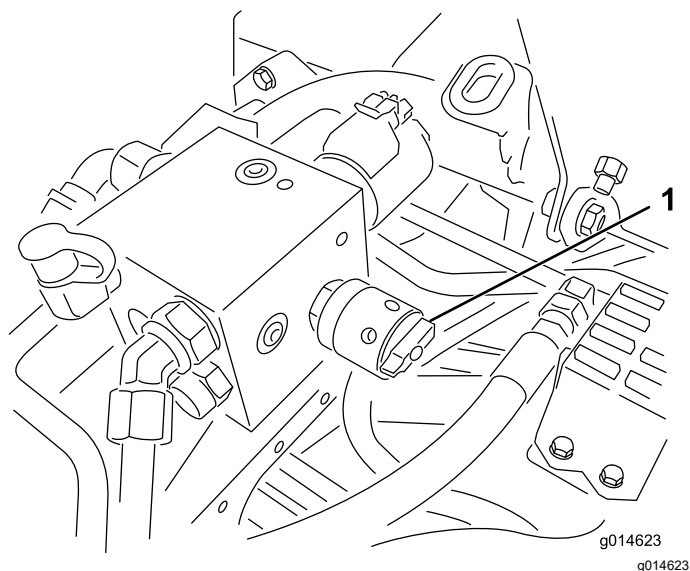

Рисунок 53
6. Поверните регулятор частоты вращения барабана в положение 1 (Рисунок 53).
4. Настройте частоту вращения барабана, повернув регулятор (Рисунок 53) так, чтобы стрелки указателя совместились с номером, который вы определили при выполнении пункта 3.